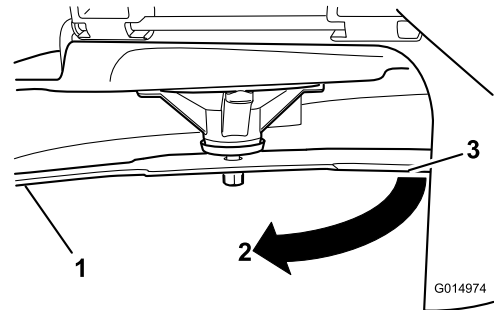

Figure 54
4. Tournez la même lame de 180 degrés pour amener le tranchant opposé à la même position (Figure 54).